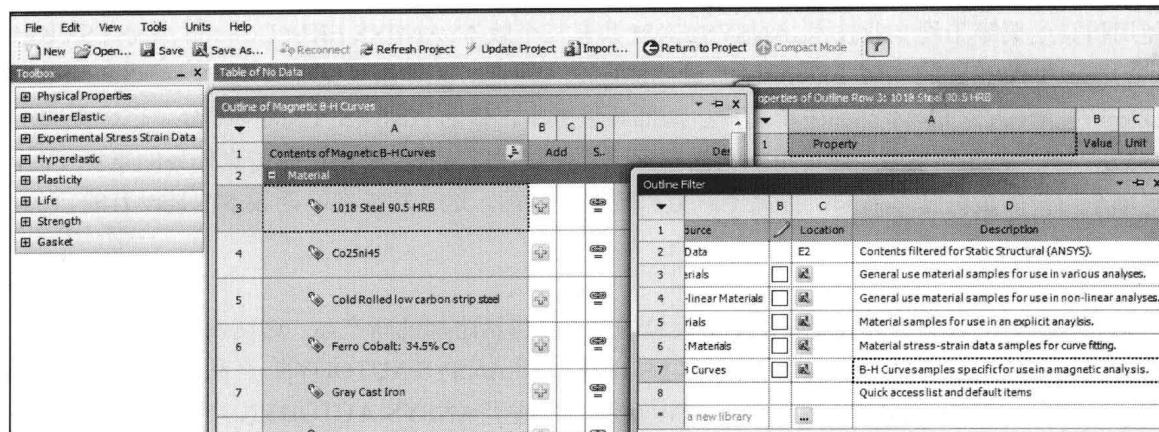

图 1-1 本地应用
- 本地应用 (workspaces)：所谓的本地应用是指这完全在 ANSYS Workbench 12 窗口下运行。例如在 Project- Schematic、Engineering Data 和 Design Exploration 下直接应用（具体详细应用在本书后面会详细讲述），如图 1-1 所示。